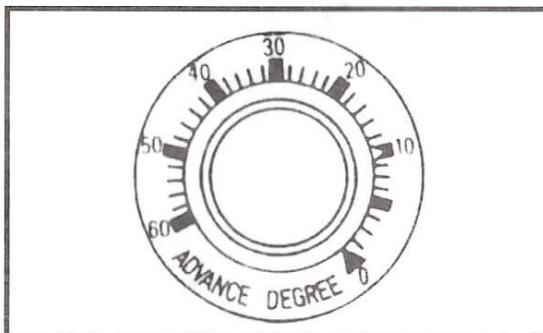

Рисунок 4
- Запустите двигатель и дайте ему поработать на холостом ходу. Направьте стробоскоп на установочную метку, как показано на Рис.4.
3. Считайте показания со шкалы опережения, как показано на рис.4.